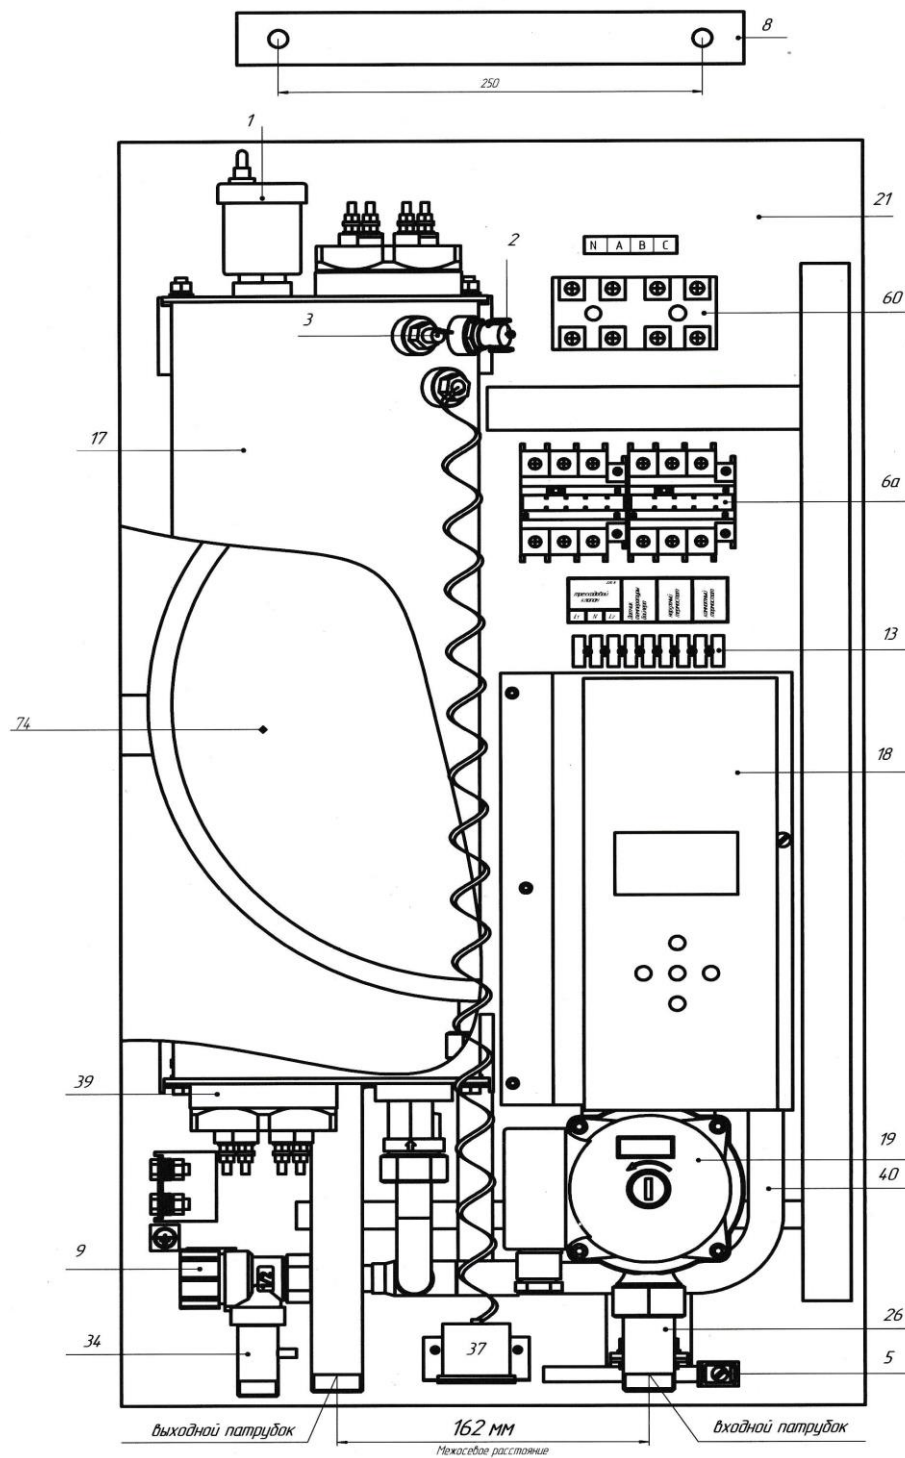

Рисунок 3
10.1 Установочные крепежные размеры, межосевое расстояние подводящих патрубков, а также расстояния до стен пола и потолка см. на рис. 3,4,5.
11.1 Закрепить закладную на стене монтажными шурупами и навесить котел в вертикальном положении патрубками вниз (рис.3).